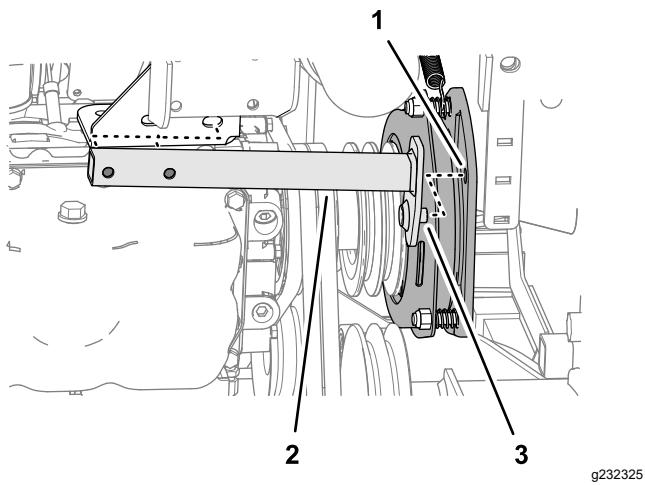

Рисунок 92
- Переместите стопорящую трубку назад и снимите ее с машины (Рисунок 92).
2. Совместите штифт стопорящей трубки с отверстием в пластине муфты механизма отбора мощности; см. Рисунок 92 в разделе Снятие ремней механизма отбора мощности \(страница 73\).